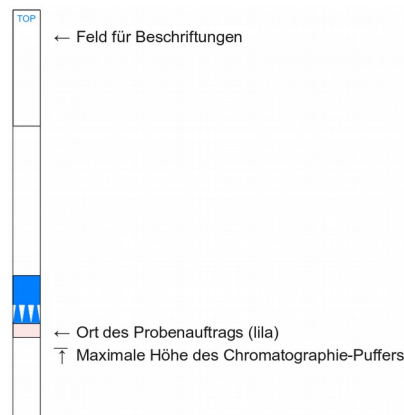

Abb. 1: Aufbau der Lateral-Flow Dipsticks
Für die Detektion werden **Lateral-Flow Dipsticks** (s. Abb. 1) verwendet. Diese bestehen aus dem Probenapplikationsbereich (lila), der Membran und dem Absorptionsbereich (weiss). Bis auf den unteren Teil des Applikationsbereichs ist der gesamte Streifen mit Folie überklebt und kann auf der Folie berührt werden. Auf der Folie über dem Absorptionsbereich können Beschriftungen angebracht werden.
In Abb. 1 ist das Schema dargestellt, wie aus einer Flüssigkultur die drei spezifischen Nachweisreaktionen angesetzt und auf Lateral-flow Streifen detektiert werden.
3.	Jeweils 10 µl der Hybridisierungsprodukte auf dem Applikationsbereichs (lila, s. Abb. 1) des zugeordneten LFDs (Probe mit mix "E" auf LFD "E" etc.) auftragen. Ein Verlaufen ist normal. Wichtig: Auf die richtige Zuordnung zwischen PCR-Gefäß und LFD achten!